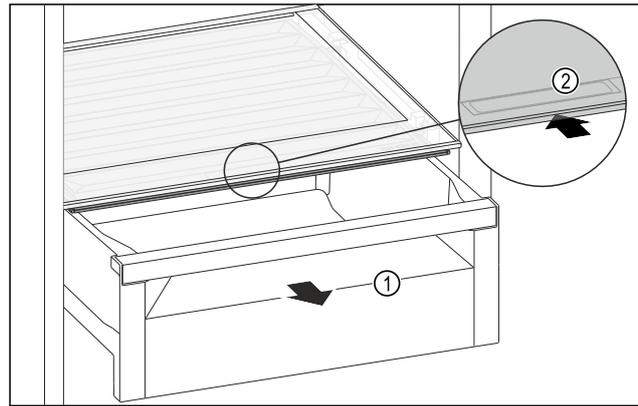

Fig. 115
- ▶ Schubfach Fig. 115 (1) herausziehen.
- ▶ Griffmulde Fig. 115 (2) am Fachdeckel anfassen und Fachdeckel gleichzeitig nach hinten schieben.